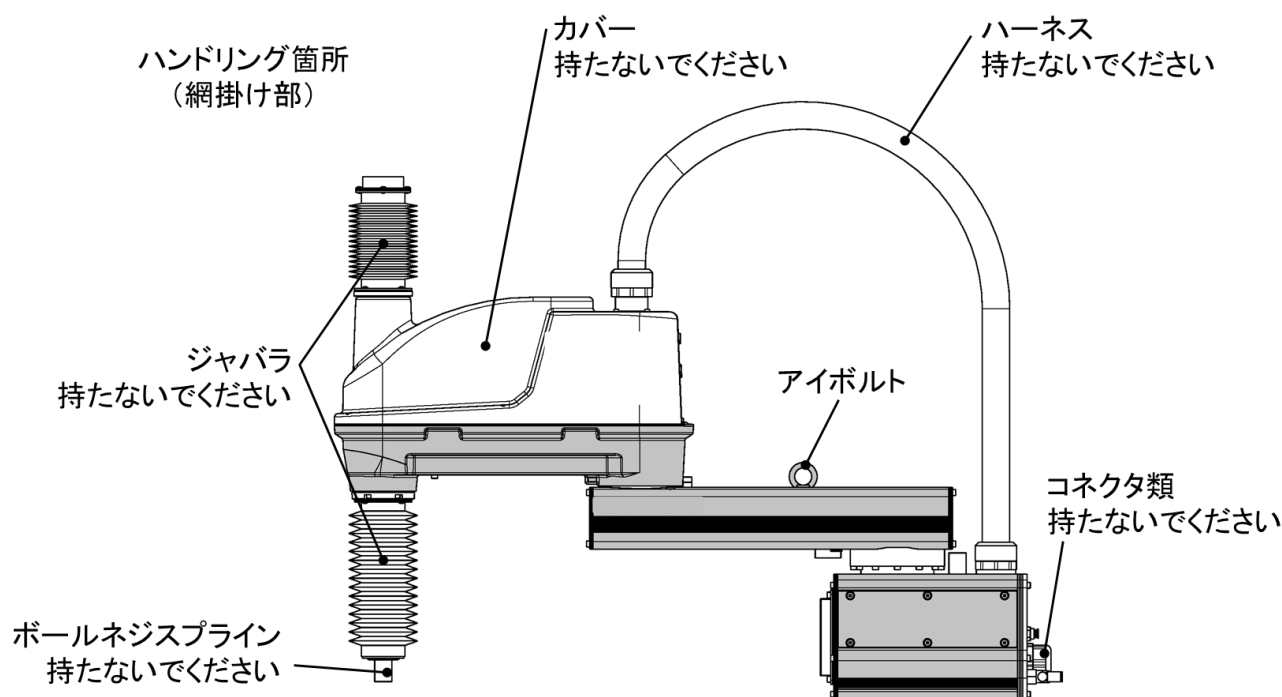

図 2.4 ロボットハンドリング禁止箇所
- ・ ロボットを人手により持ち上げる際は、図 2.4 に示す網掛け部に手をかけてください。ボールネジスプラインシャフトを持つと過大な力がかかり故障の原因となります。